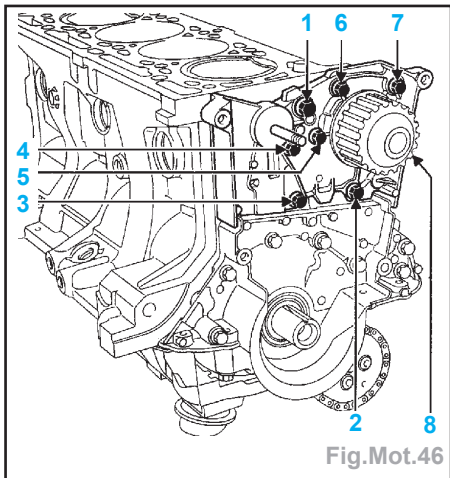

Fig.Mot.46
- Prêsserrer les vis M6 et M8 à 0,8 daN.m puis effectuer un serrage de 1,1 daN.m sur les vis M6 et de 2,2 daN.m sur la vis M8 dans l'ordre préconisé (Fig.Mot.46).